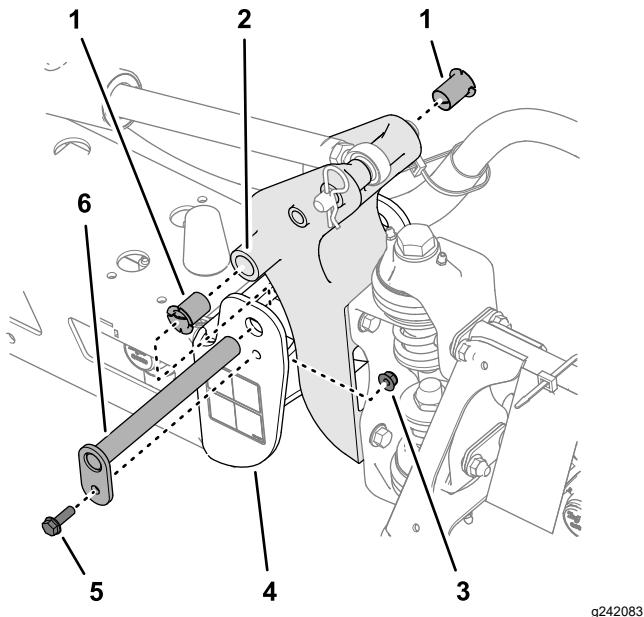

Figure 115
3. Retirez le boulon et l'écrou qui fixent l'axe de pivot puis déposez l'axe (Figure 115).
5. Déposez et examinez les bagues en nylon à l'avant et à l'arrière du support de pivot (Figure 115).
6. Lubrifiez les bagues en nylon avec un peu d'huile et posez-les dans le support de pivot (Figure 115).
7. Alignez les trous du support de pivot et les trous du profilé d'extrémité (Figure 115).